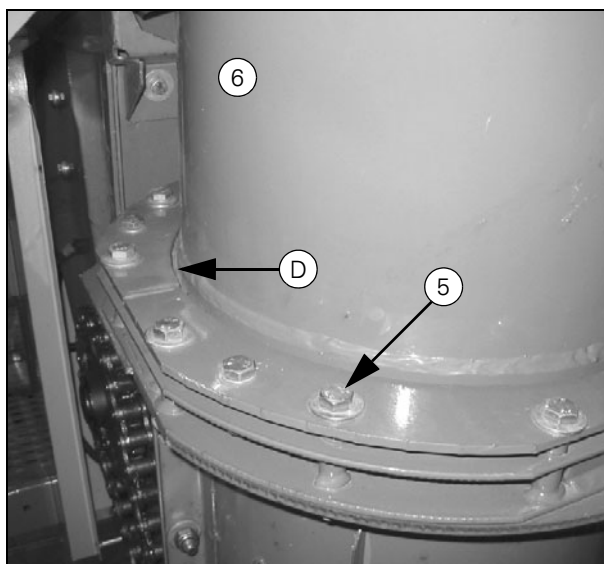

Рисунок 10
- Установите самоустанавливающийся подшипник таким образом, чтобы линия стыка в месте зажимов (D) (Рис. 10) находилась перпендикулярно машине.